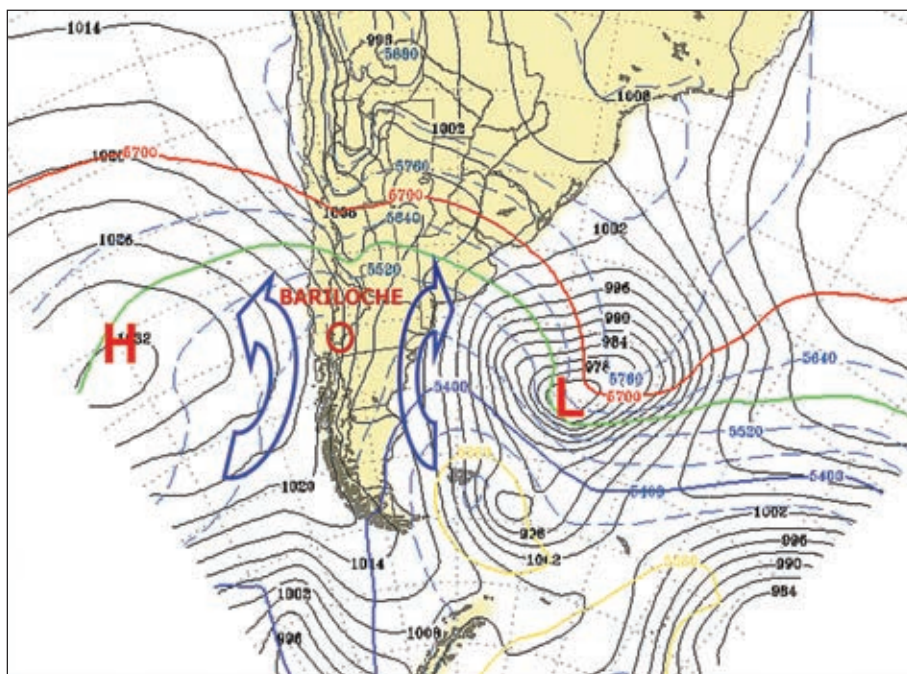
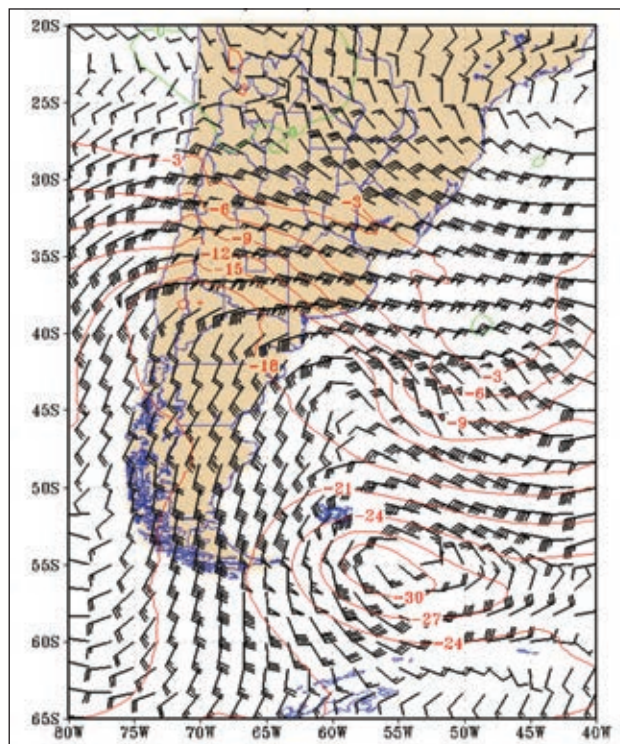

Fig. 5 - Situazione tipica di flusso da Sud. Pressione MSL e geopotenziale
Fig. 6 - I venti a 5.000 m del giorno di Natale, con debole flusso catabatico meridionale
- Il ciclico riapparire di una cellula di alta pressione sul Pacifico, con centro alla nostra latitudine o più a Sud, ha generato flussi catabatici freddi, secchi e di bassa velocità. In Fig. 5 si nota come il 25 dicembre con flusso da Sud debole (da 10 a 20 nodi), comunque sufficiente a generare onde isolate sottovento ad ogni cima, si siano finalmente realizzate condizioni adatte a piacevoli voli esplorativi e scenici molto addentro alla Cordigliera, su aree che sarebbero altrimenti state completamente chiuse da nubi nei giorni di grandi sistemi ondulatori. La distribuzione dei venti a 5.000 metri (Fig. 6) nel giorno di Natale si inquadra nel flusso catabatico debole (20 nodi), ma diffuso per un'estensione di 1.000 km verso Sud, che ha permesso voli di grande piacere.